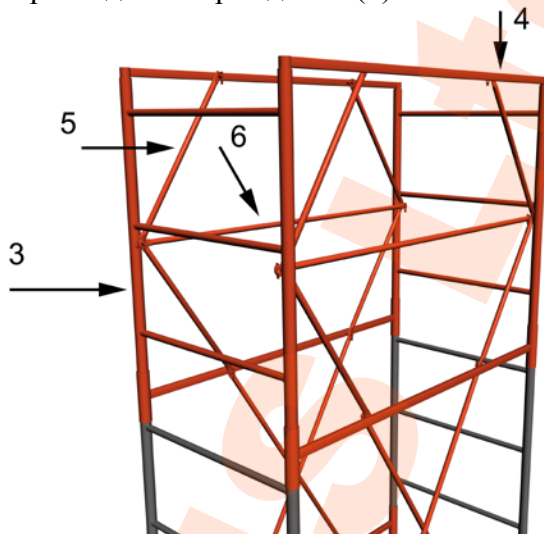

Рис.2
4.2. Сборка ограждения. (Рис.2,3)